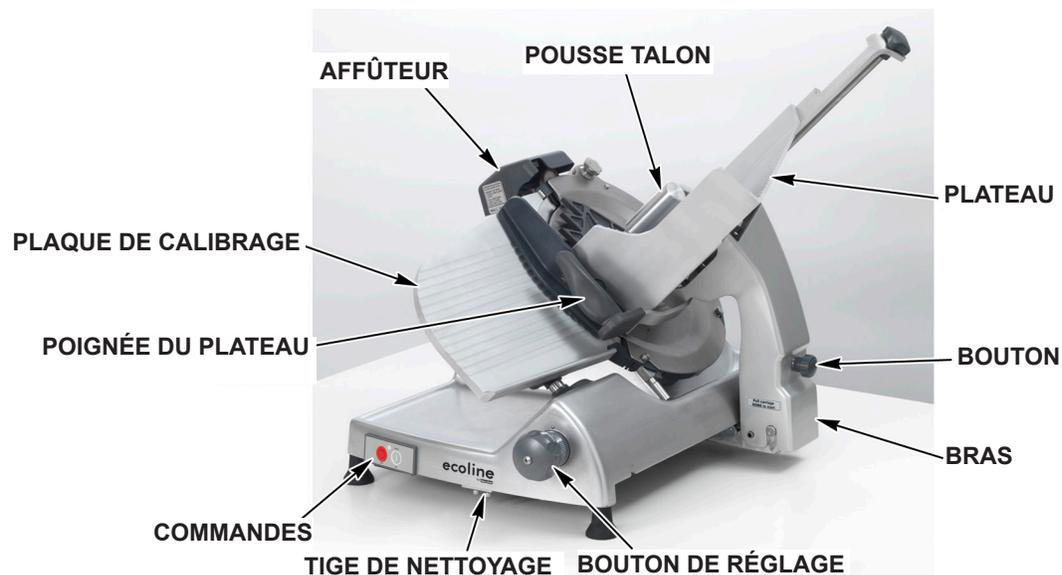

Fig. 1
Le plateau (Fig. 1) doit être installé.
Fermez la plaque de calibrage (Fig. 1) en tournant le bouton de réglage (Fig. 1) au maximum dans le sens des aiguilles d'une montre.
- Tirez le plateau (Fig. 1) vers soi jusqu'à ce qu'il soit en butée. Il s'agit de la position de base.
- Soulevez le pousse talon (Fig. 1) en haut du plateau pour le ranger dans la fente.
- Placez le produit à trancher contre la plaque de calibrage (Fig. 1) sur le plateau (Fig. 1).
- Utilisez la poignée du plateau (Fig. 1) pour pousser et tirer le plateau d'avant en arrière afin de trancher. Une fois terminé, tirez le plateau en avant jusqu'à ce qu'il soit en butée. Tournez le bouton de réglage au maximum dans le sens des aiguilles d'une montre pour fermer la plaque de calibrage. La trancheuse sera ainsi éteinte. Le bouton « OFF » (Fig. 3) permet aussi d'éteindre la trancheuse.